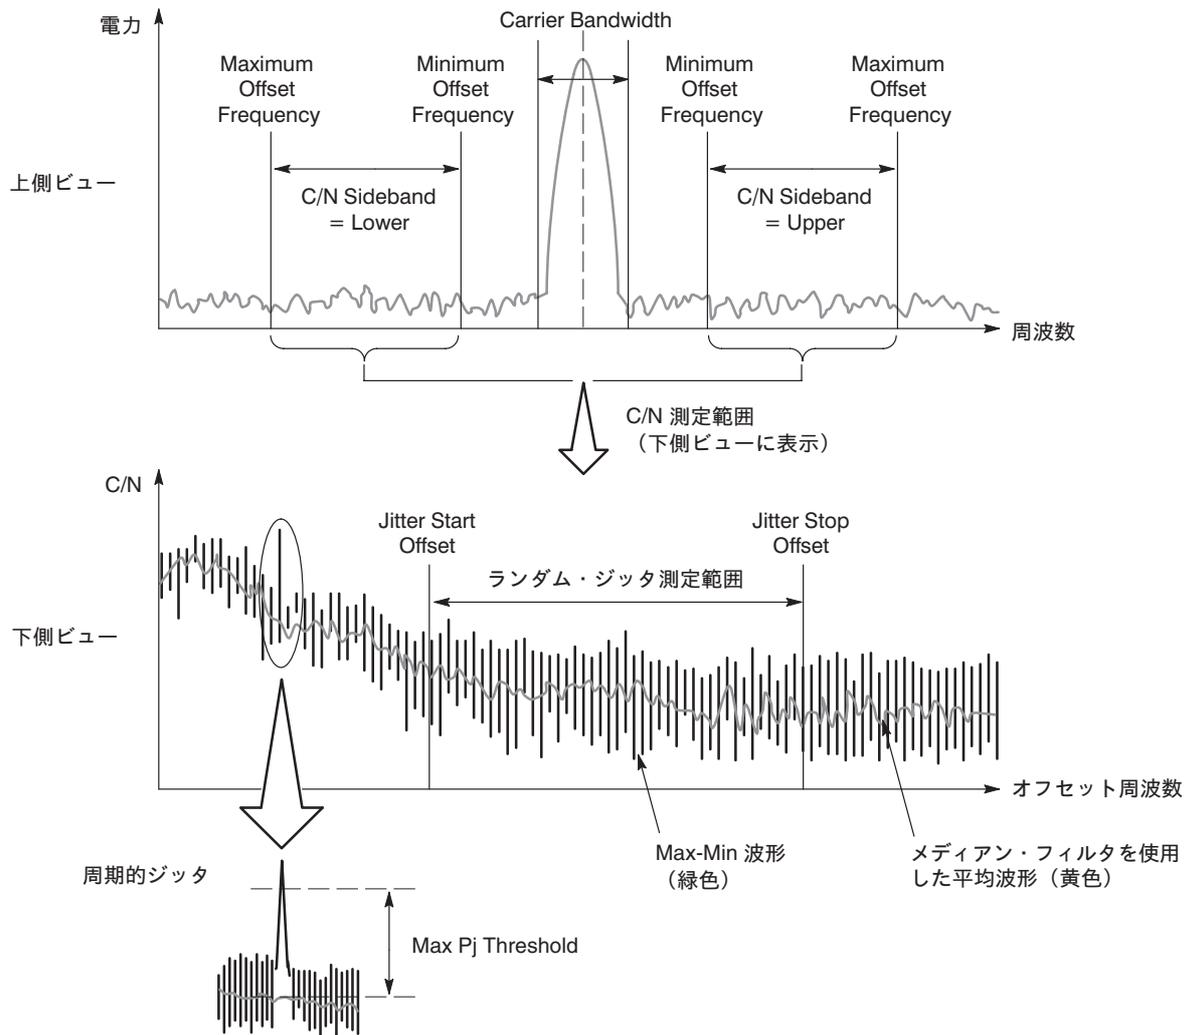
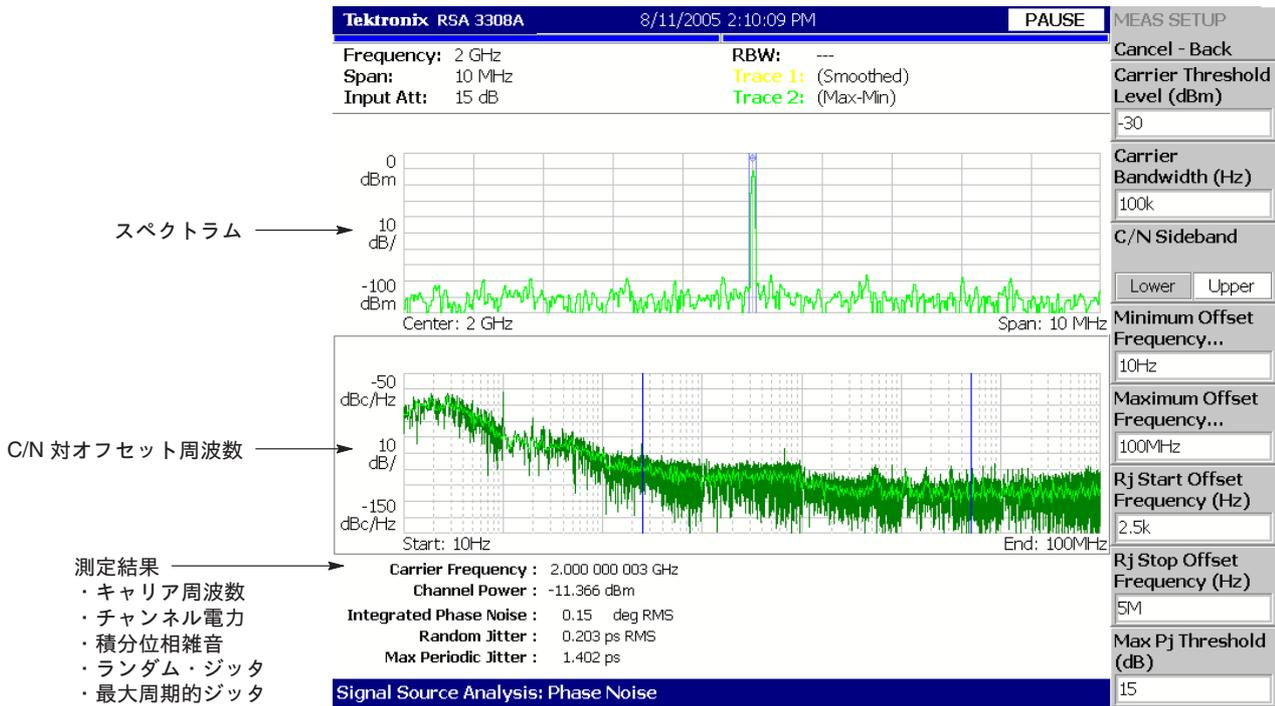
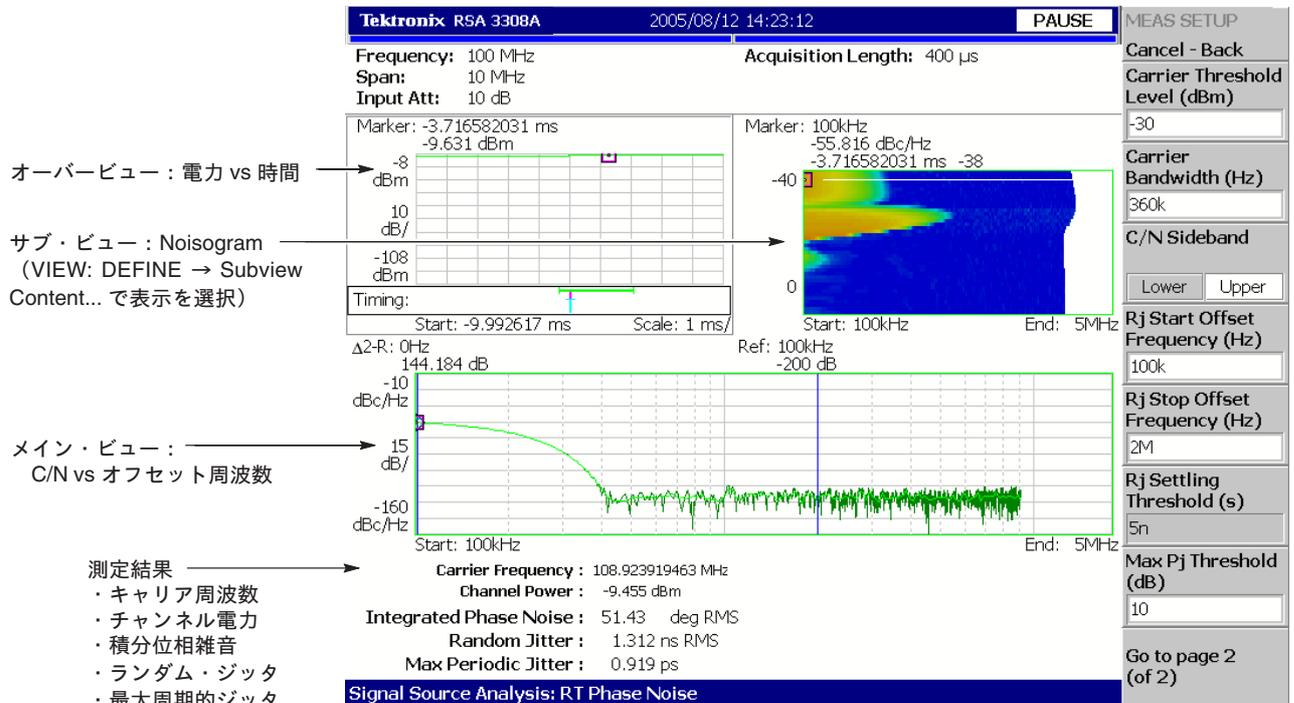

図 4-75 : 位相雑音測定パラメータ
図 4-76 : 位相雑音測定
図 4-79 : リアルタイム位相雑音測定
(図 4-75 参照)
解析範囲内で最大の周期的ジッタは、測定結果に表示されます (図 4-76)。
図4-76 に、位相雑音測定例を示します。測定結果に示された積分位相雑音 (Integrated Phase Noise) は、ランダム・ジッタ測定範囲 (図4-75 参照) で C/N の積分によって得られた位相雑音値です。測定結果に示されたランダム・ジッタ (Random Jitter) は、積分位相雑音に等価なジッタの値です。
図4-79 にリアルタイム位相雑音測定例を示します。サブ・ビューは、ノイズグラム (色軸: C/N [dBc/Hz]、横軸: 周波数 [Hz]、縦軸: 時間 [フレーム番号]) を表示しています。サブ・ビューは、VIEW: DEFINE → Subview Content... で選択できます。メイン・ビューは、位相雑音測定と同じです (4-98ページ、図4-76 参照)。ただし測定は、リアルタイムで実行されます。
- (4-103ページ、図4-79 参照)